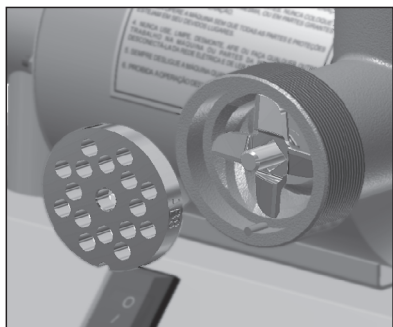

Figura 9
3.2 Escolha o disco para moer apropriado para sua necessidade (10 ou 11) conforme figura 9.